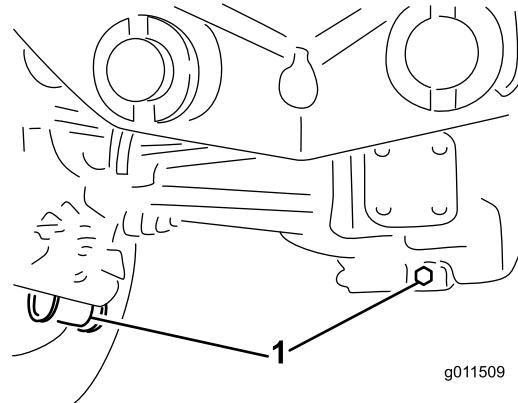

Bild 65
2. Reinigen Sie den Bereich um die drei Ablassschrauben, d. h. jeweils eine an beiden Enden und eine in der Mitte (Bild 65).